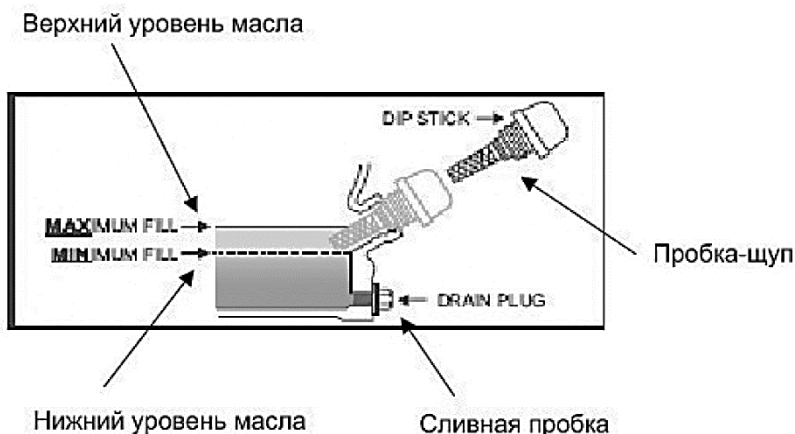

Рисунок 4.
- Залейте масло согласно меткам (см. рисунок 4).